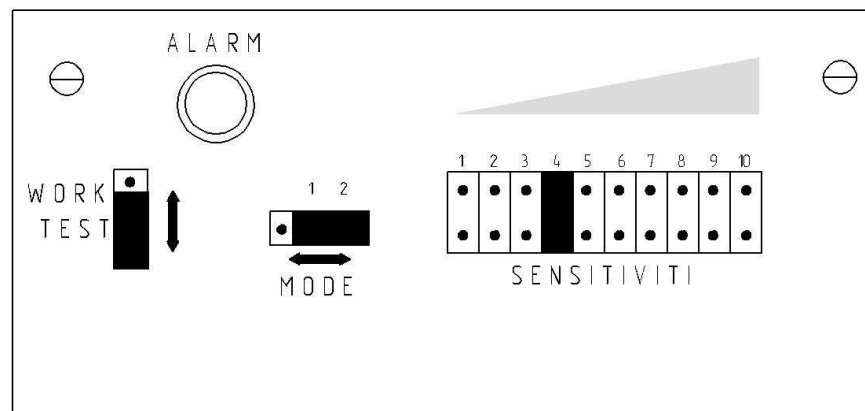

Рисунок 7.1. Органы настройки
7.2 Снять крышку приемника извещателя для доступа к органам настройки, расположенным в верхней части платы приемника рис. 7.1.